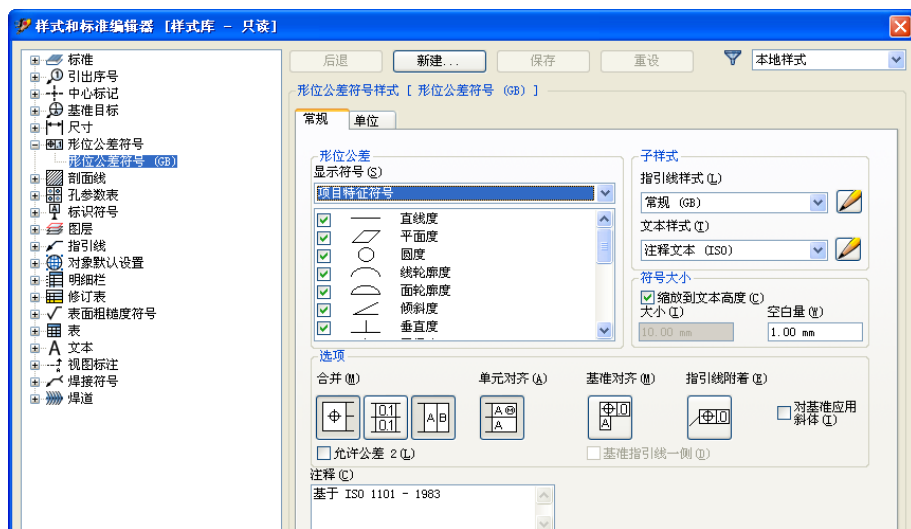

图 5-45 “样式和标准编辑器”对话框
(1) 选择【编辑形位公差符号样式】选项则打开【样式和标准编辑器】对话框,其中的【形位公差符号】选项自动打开,如图 5-45 所示,可以编辑形位公差符号的样式: